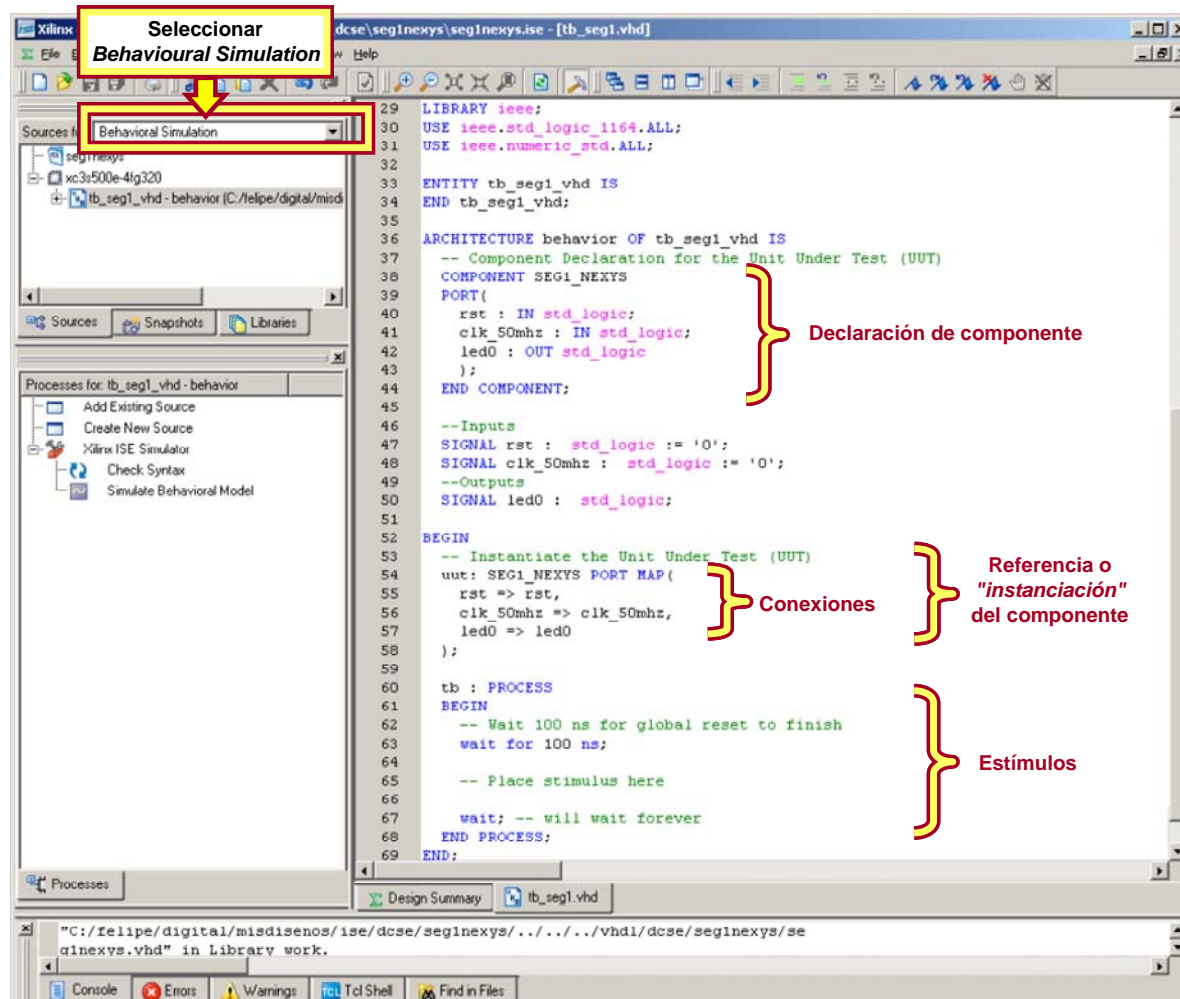

Figura 5.2: Estructura del banco de pruebas
Pinchamos en *Next* o *Finish* en todas las ventanas que nos aparezcan hasta llegar a la edición del fichero del banco de pruebas. El ISE nos ha creado la estructura del banco de pruebas (figura 5.2) y ahora tenemos que crear los procesos que generen los estímulos. Si tienes dudas sobre la estructura del banco de pruebas de la figura 5.2, te recomendamos
Dentro de la zona señalada como estímulos de la figura 5.2 hay una plantilla de un proceso creada por el ISE. Nosotros vamos a crear dos procesos. Uno para la señal que va a simular la señal de reloj y otro para la señal de reset. No hace falta más, ya que este circuito sólo tenía estas dos señales de entrada. Para crear los procesos, o bien borras la plantilla creada y añades los procesos nuevos, o bien modificas la plantilla para que el proceso quede como se muestra a continuación.
*Sources* (pestaña *Sources*), ver figura 5.2. Para simular el modelo podemos pinchar dentro de la ventana *Processes*, en *Modelsim Simulator*